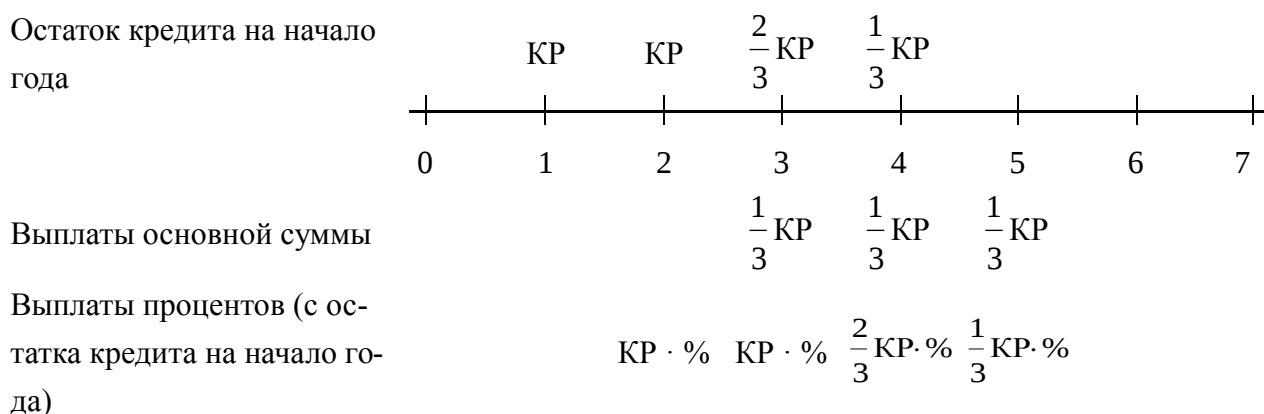

Рис.7.2. Схема для расчета процентов за кредит
8. Проценты за кредит определяются с помощью схемы (рис.7.2).